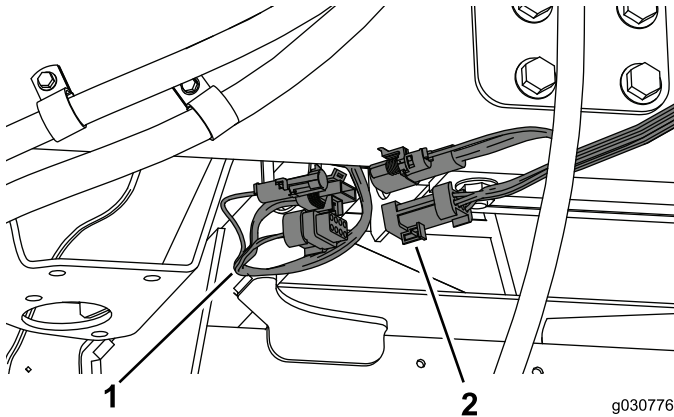

図 47
1. キャブから出ているワイヤハーネスを、機体右側にあるワイヤハーネスに接続する 図 47。